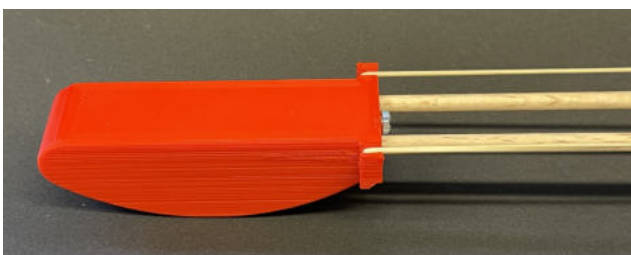

Abb. 22: Die Nase wird an den beiden Rundhölzern befestigt.
- (2) Stecke die Nase auf die beiden Rundhölzer und befestige die Nase über das Gummiband (Abbildung 22).